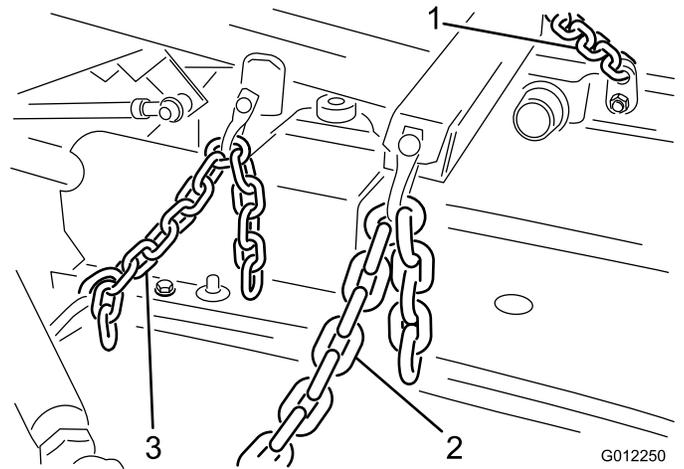

Figura 12
1. Conecte las cadenas de elevación al brazo de elevación y las pletinas de enganche de las cadenas de la unidad de corte con 6 grilletes, pasadores (3/8 x (1-1/2 pulgadas) y chavetas (1/8 x 3/4 pulgada) (Figura 12). Ajuste la longitud de las cadenas de manera que ambas se tensen al mismo tiempo al elevarse el brazo de elevación.
2. Conecte los extremos del muelle tensor entre el cuarto eslabón de la cadena trasera y el ojo de la chaveta que sujeta en su lugar el pasador del cilindro (Figura 12). Ajuste la longitud de la cadena de manera que las ruedas giratorias traseras no toquen el suelo en la posición de transporte.